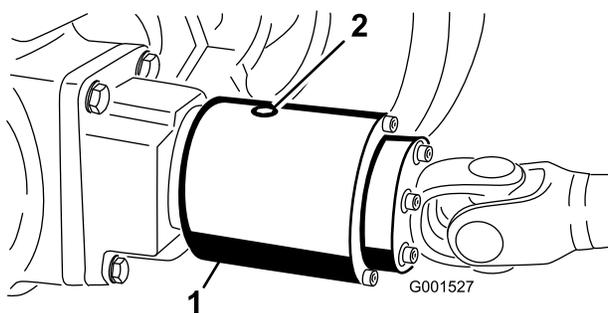

Figura 56
- Girate la frizione in modo che il tappo di spurgo sia in posizione discendente (Figura 56).